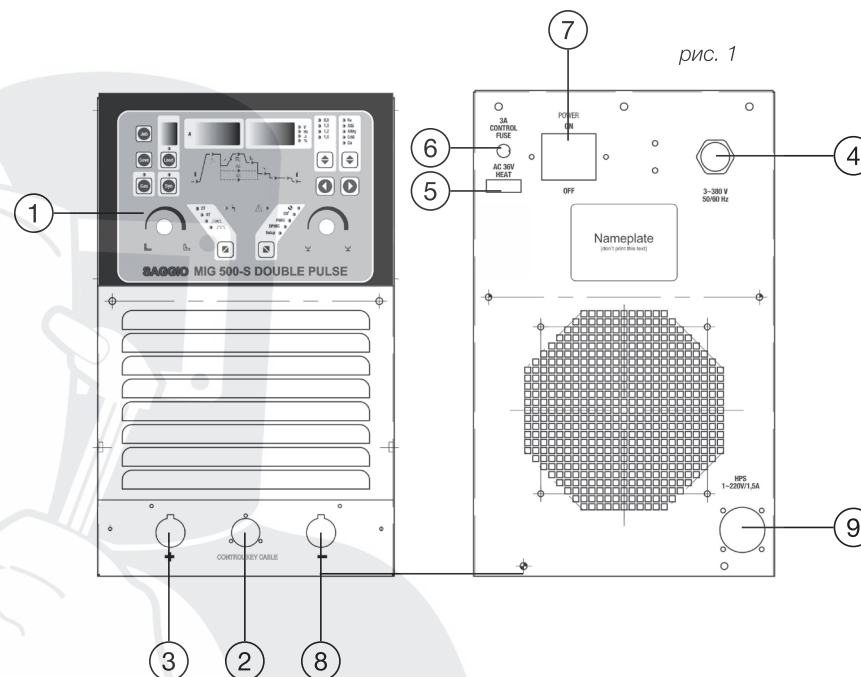

рис. 1
1. **Панель управления аппарата:** информационный дисплей, выбор функций и параметров сварки и т.д. (рис. 1)
2. **Разъем для подключения управления механизма подачи проволоки.** (рис. 1)
3. **Разъем (+):** соединение кабеля источника питания с механизмом подачи проволоки. (рис. 1)
4. **Кабель для подключения к сети 380 В / 50 Гц** (рис. 1)
5. **Розетка подключения подогревателя газа (AC / 36 В)** (рис. 1)
6. **Плавкий предохранитель (3А)** (рис. 1)
7. **Автомат включения установки** (рис. 1)
8. **Разъем (-):** соединение обратного кабеля со свариваемой деталью. (рис. 1)
9. **Розетка 220В** (рис. 1)